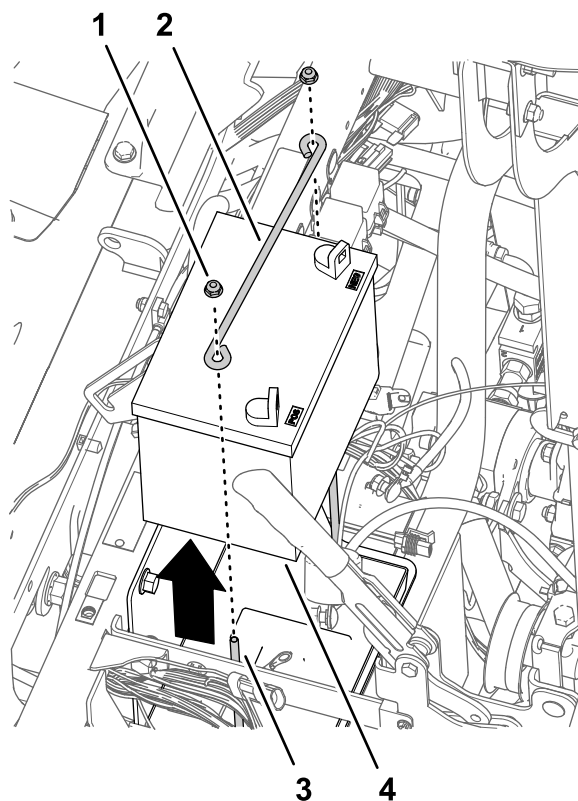

図 168
4. ステップ 2 **ハンドルを取り外す (ページ 71)** で外したカバーを、ハンドルに取り付ける 図 168。
1. バッテリーを車体のバッテリーブラケットに固定しているJボルトから、フランジロックナットと押さえ棒を取り外す 図 168。
2. 機体からバッテリーを外す 図 168。